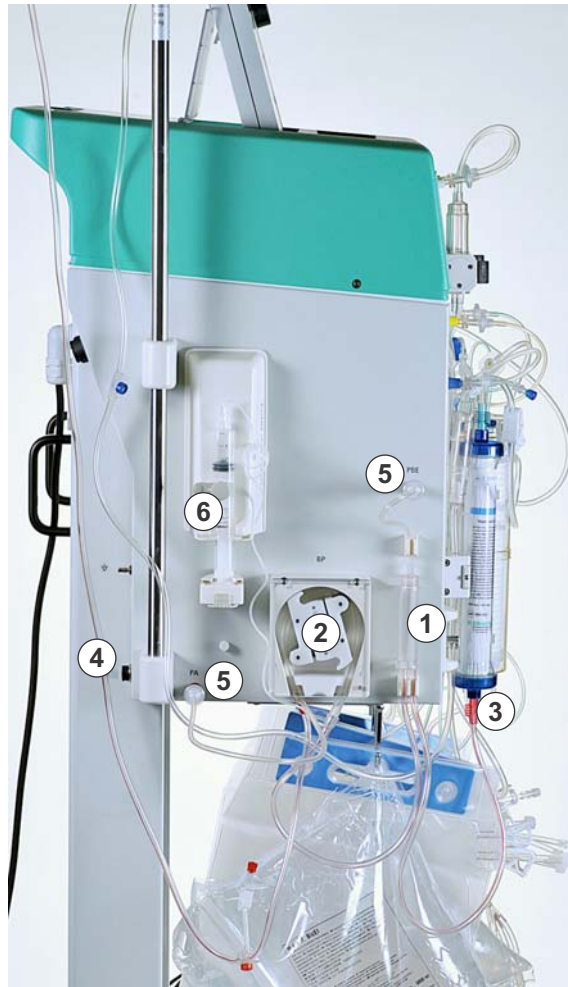

Fig. 4-13 Montaggio della linea arteriosa
1. Inserire la camera arteriosa nel supporto (Fig. 4-13 , ①).
2. Posizionare lo spezzone pompa della linea arteriosa con il segno rosso a sinistra nella pompa sangue (Fig. 4-13 , ②).
3. Collegare la linea di mandata arteriosa all'ingresso del plasmafiltra (Fig. 4-13 , ③).
4. Collegare la linea arteriosa (Fig. 4-13 , ④) alla sacca di soluzione fisiologica pronta sullo stativo.
5. Fissare i due trasduttori di pressione (Fig. 4-13 , ⑤).
8. Fissare la siringa sul supporto della pompa eparina (Fig. 4-13 , ⑥).